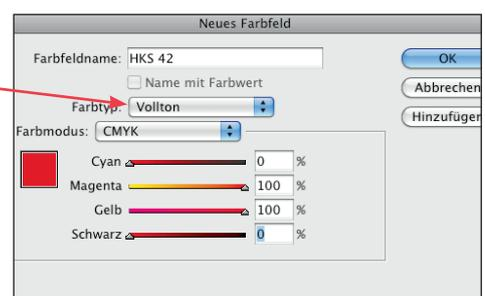

Abbildung 3
- Sonderfarbe als Vollton anlegen (Abbildung 3)